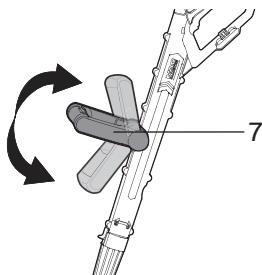

Fig.5
- > Ajuste a pega auxiliar (7) na posição desejada (Fig.5).